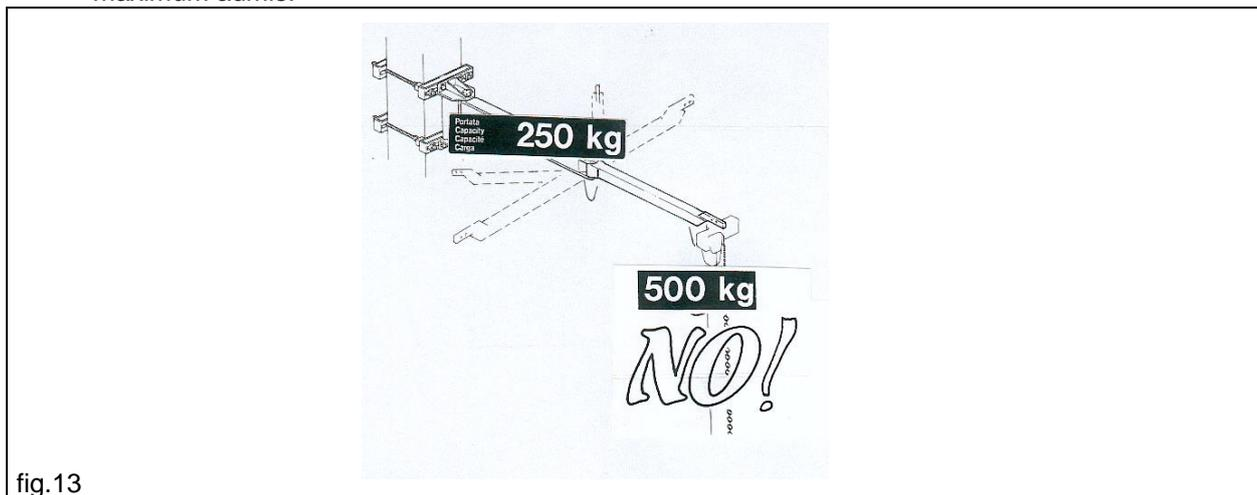

fig.13
- Les caractéristiques de l'unité de levage (palan), au cas où elle ne ferait pas partie de la fourniture, sont compatibles avec celles de la potence (voir point 2.2.7) en ce qui concerne : (fig.13)